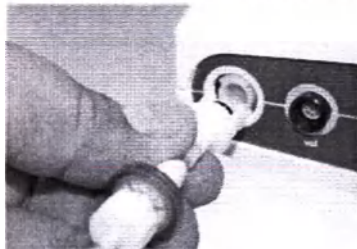

Рис. 08: Правильное использование пневматического штекера
- Вставьте штекер в гнездо (это возможно только в одном направлении) и поверните по часовой стрелке до щелчка (➤ рис. 08).